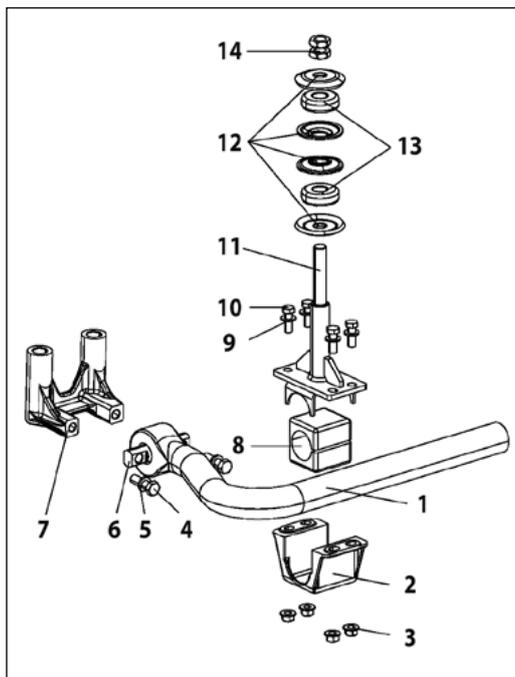

Figura 1-2-17
2. Desaperte o parafuso sextavado [9] no grampo da barra estabilizadora [2] e remova a bucha de borracha [8] (Figura 1-2-17).
3. A bucha de borracha [8] pode ser removida da barra estabilizadora dianteira [1] (figura 1-2-17).